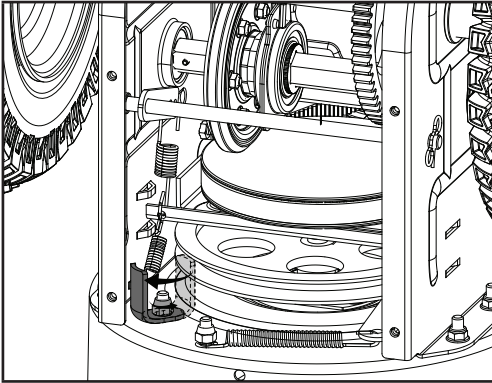

Figure 29A
7. Faites glisser la nouvelle courroie d'entraînement de la tarière dans le compartiment du dessous de la souffleuse, en la plaçant autour de la poulie d'entraînement de la tarière puis en la faisant glisser autour de la poulie avant de la prise de force du moteur. Assurez-vous que la courroie est bien en position entre le protège-courroie inférieur et le dessus de la poulie d'entraînement de la tarière. Il sera peut-être nécessaire de retirer le boulon qui retient le protège-courroie inférieur afin de bien positionner la courroie dans la poulie, de remettre en place le protège-courroie et le boulon après avoir installé la courroie sur la poulie (figure 29A/B).